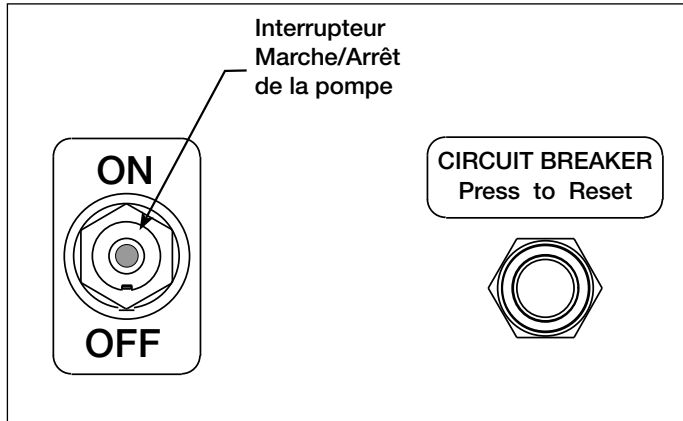

Figure 7, panneau de commande de la pompe
5.1 Interrupteur marche / arrêt de la pompe (Voir figure 7)
4. Brancher l'unité à l'alimentation. Mettre l'interrupteur d'activation de la pompe sur la position ON. Voir la figure 7.